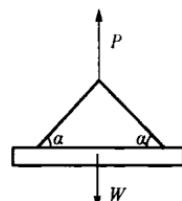

图 1-2
**【2009 年考题】**如图 1-2 所示，用吊索起吊重为 W 的构件，两斜索与构件所成的角度为  $\alpha$ ，吊点对称，则斜索内力最大时的角度  $\alpha$  为（ ）。